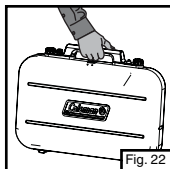

Fig. 22
- Pour porter le réchaud, tenez fermement sa poignée. (Fig. 22)